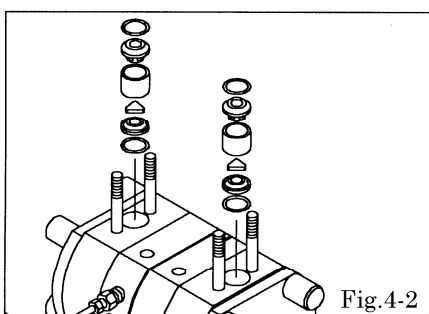

Fig.4-2
- ・Oリング、バルブ受け、バルブガイド、ボールまたはフラットバルブ、バルブシートを取り外す。〔Fig.4-2〕